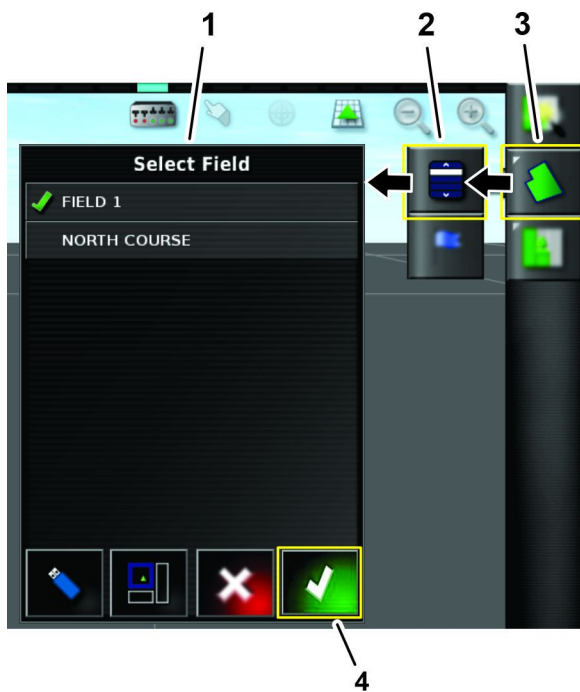

Bild 160
5. Tippen Sie auf das Symbol FELDMENÜ, tippen Sie in der Liste der auszuwählenden Felder auf das Symbol für ein Feld und tippen Sie auf das Bestätigen-Symbol (Bild 160).
6. Tippen Sie in der Liste der auszuwählenden Felder auf das Symbol für ein Feld (**Bild 160**); siehe auch Erstellen eines neuen Feldes \(Seite 21\).